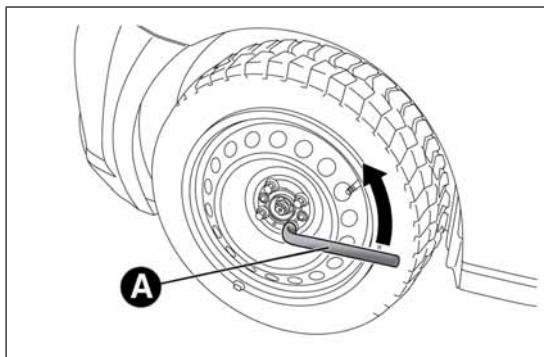

РИС. 119
- ключом А РИС. 119 отпустите крепежные болты примерно на один оборот;
- ключом А РИС. 119 завинтите крепежные болты;
- ключом А РИС. 119 завинтите до конца крепежные болты в цифровом порядке, показанном на